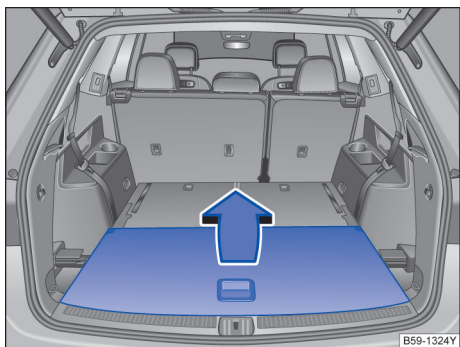

图 193 行李厢内：行李厢地板（部分车型）
- 打开行李厢盖板：握住把手沿箭头方向→图 193 将行李厢地板向前翻折到底。